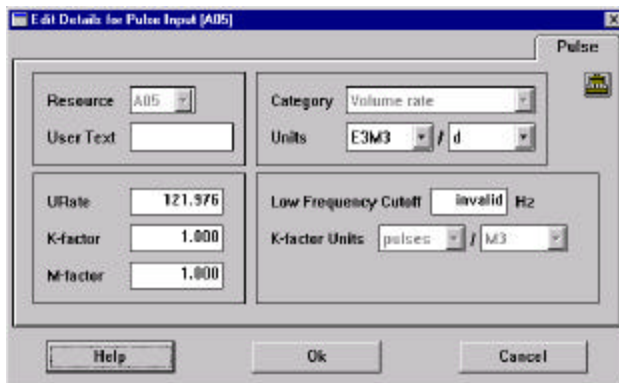

Figure 3 Edit source window/Fenêtre Edit Details for Pulse Input
3. Double-click the pulse input cell under the *Source* column. The edit source window will appear (Figure 3)
3. Double-cliquer sur la case *pulse input* sous la colonne *Source*. La fenêtre de modification de la source apparaît (figure 3).